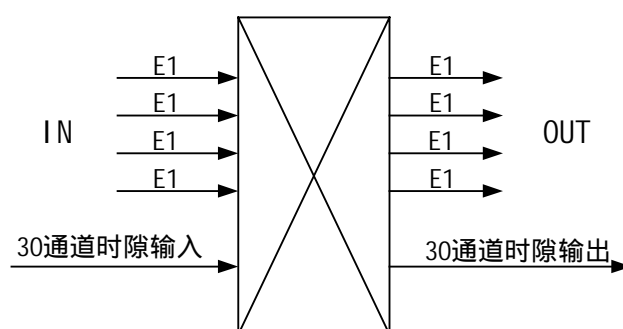

图 7 交叉连接单元原理图
- 复用卡完成时隙交叉连接功能, 它能完成 8 个 2M 时隙无阻塞的交叉连接, 原理框图见图 7。
如图 7 所示, 4 个 E1 上连到传输系统, 4E1 与本地设备的 30 路时隙进行 64K 等级的无阻塞交叉连接。交叉连接的规则可以从主控平台下载。通道数据和 TS16 信令数据同时进行交叉连接。交叉连接单元增强了系统的灵活性, 可以灵活地分配话音和数据业务。